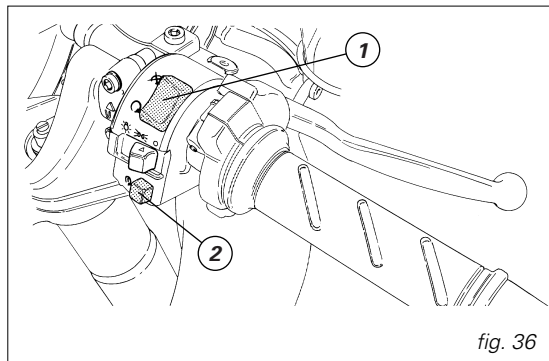

fig. 36
3) Controlar que el interruptor de parada (1, fig. 36) se encuentre en la posición **○ (RUN)**, presionar el pulsador de encendido (2).